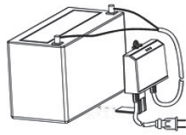

Figure 1. Montage du chargeur
- Attachez le support de montage fourni au chargeur à l'aide des deux vis et des deux écrous tel qu'illustré à la figure 1.